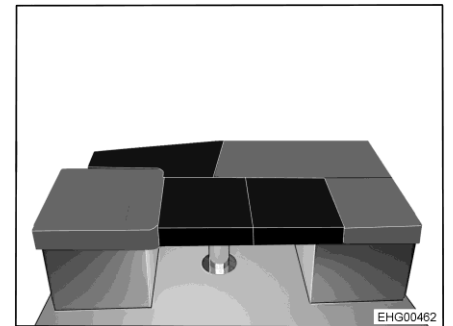

Fig. 179 Après la transformation
- Poser 2 coussins supplémentaires quadratiques sur la table (voir Fig. 179).
- Poser le coussin supplémentaire triangulaire entre le siège latéral et la banquette en L sur l'extension de couchage (voir Fig. 179).